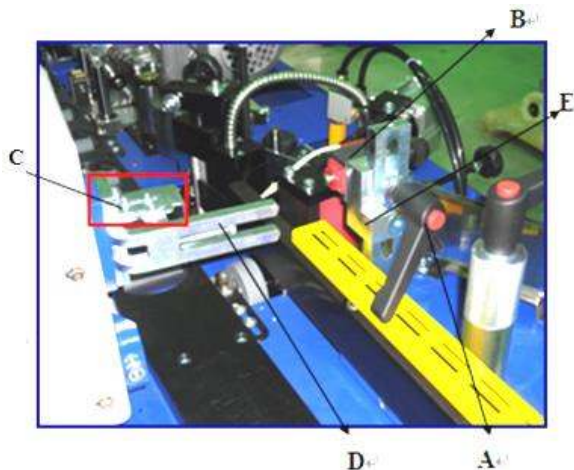

Рисунок 38
Система разблокировки, показанная на рис.38, имеет различные функции:
- Винт **А** (рис. 38) регулирует зазор ременного подающего механизма и, следовательно, давление бокового перемещения, которое обеспечивает надлежащее склеивание. Боковой прижим не должен быть чрезмерным, в противном случае, все модули попадут под нагрузку. Боковой прижим обычно устанавливается производителем при тестировании станка.*
(рис. 38) немедленно останавливает все функции станка, кроме клеевой ванны. Открытие ременного подающего устройства имеет то же действие, что и аварийный выключатель. Перезапуск станка выполняется переключением в положение Вкл. Детали этой важной системы безопасности всегда должны быть исправны.
- с) Система трения скольжения **Е** (рис. 38) удерживает алюминиевый блок на месте, когда ременное подающее устройство открыто. Когда ременное подающее устройство закрыто, происходит специальный электрический контакт, разрешая запуск станка.
Для различных операций (т.е.: облицовка чувствительного материала), возможно УМЕНЬШИТЬ боковой прижим, регулируя винт **D** (рис. 38), который действует в качестве упора на подающем узле.
Следовательно, необходимо повторно установить специальный электрический контакт **B** (рис. 38), используя винты на впазах **C** (рис. 38).